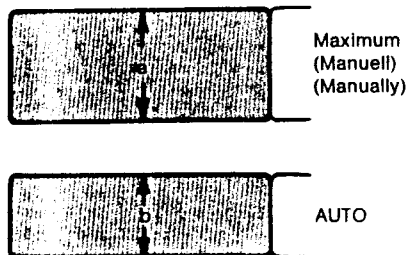
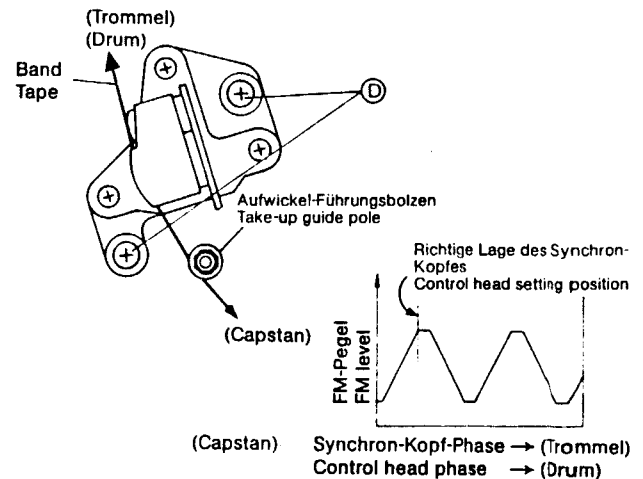

Fig. 4.30 FM-Signal-Höhe
Fig. 4.31 Audio-Synchron-Kopf Phaseneinstellung
3. Spurlagereger zwischen AUTO und maximalem Signal einstellen. Der Unterschied in der Amplitude sollte nicht größer als $b/a \geq 0,9$ sein (Fig. 4.30).
4. Falls der Unterschied zu groß ist, Spurlagereger in Stellung AUTO und die Schrauben (D) des Audio-Synchron-Kopf-Trägers lösen.
6. Jetzt den Kopf langsam in entgegengesetzter Richtung schieben, bis das erste Maximum des FM-Signals erscheint (Fig. 4.31). Schrauben (D) festdrehen.
3. Set the tracking control between AUTO and maximum signal. The difference in amplitude must not be greater than $b/a \geq 0.9$ (Fig. 4.30).
4. If the difference is too large, set the tracking control to the AUTO position and loosen screws (D) of the Audio/Control head carrier.
6. Now slide the head slowly in the opposite direction until the first maximum of the FM signal appears (Fig. 4.31). Tighten screws (D).